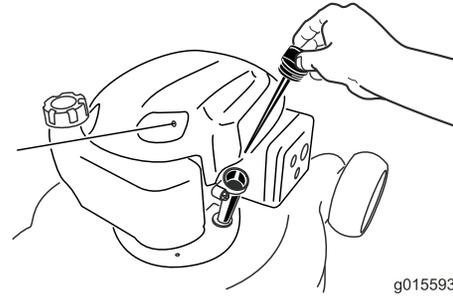

Figura 5
2. Retire la varilla (Figura 5).